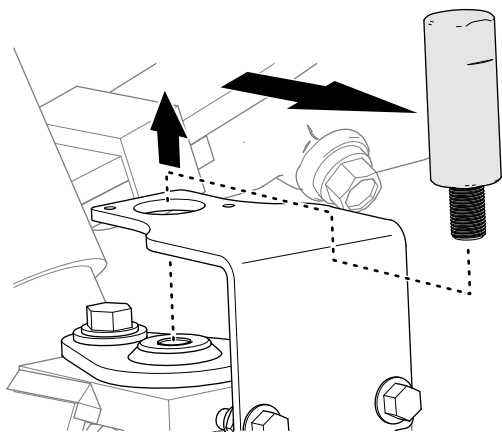

Figura 8
6. Remova a ferramenta de alinhamento (Figura 8).